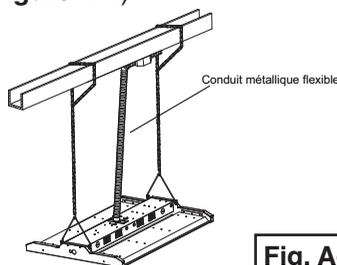

Fig. A-1
3. Connectez les crochets en V aux chaînes avec des crochets sur chaque chaîne. Ajustez la hauteur d'installation en bloquant le crochet de la chaîne de l'autre côté de la chaîne. (**Figure A-1**)
4. Utilisez le conduit métallique flexible pour faire passer les fils de phase, neutre et terre afin de pouvoir alimenter le luminaire. (**Figure A-1**)